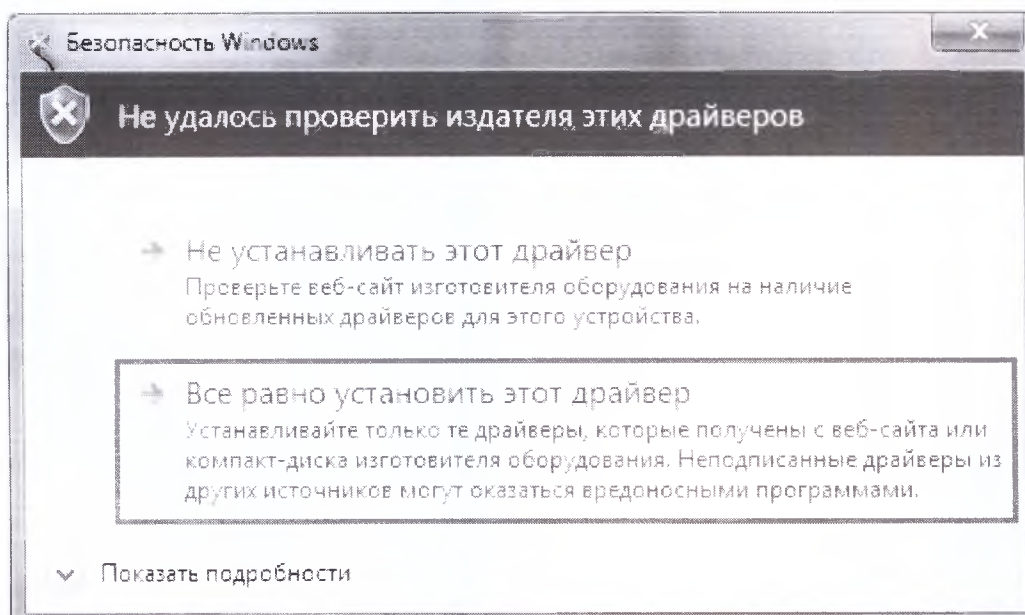

Рисунок 6 – «Установка драйверов»
7) Нажать «Все равно установить этот драйвер» (рисунок 6).